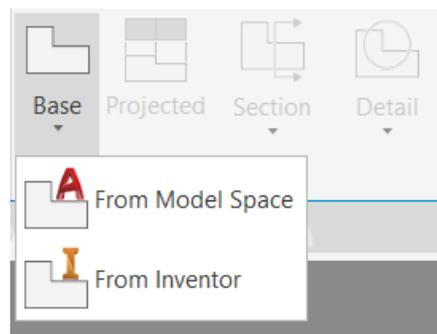

Figura 7.20. From Model Space.
1. Vaya a a la pestalla layout y seleccione la opción. base from model space. (figura 7.20)